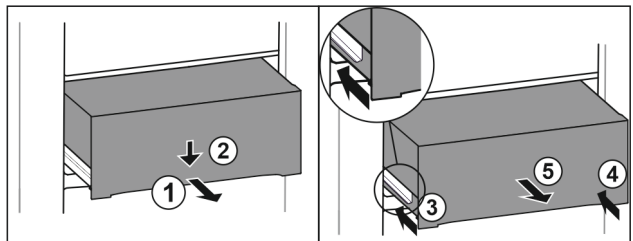

Fig. 106
- ▶ Tirer le tiroir jusqu'à mi-chemin. *Fig. 106 (1)*
- ▶ Appuyer sur l'avant du tiroir vers le bas. *Fig. 106 (2)*
- ▶ Insérer le rail gauche d'env. 2 cm. *Fig. 106 (3)*
- ▶ Insérer le rail droit d'env. 2 cm. *Fig. 106 (4)*
- ▶ Retirer le tiroir par l'avant. *Fig. 106 (5)*